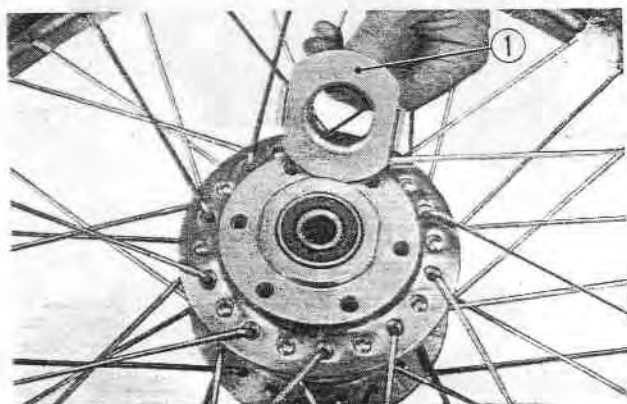

Fig. 13-10 ① Porte-boîtier d'engrenages
4. Aligner le porte boîtier d'engrenages de compteur de vitesse sur la découpe du moyeu de roue et monter le flasque de porte boîtier par dessus; mettre en place les six boulons de fixation du disque de frein. Monter le disque sur la face opposée et le fixer avec les écrous. (Fig. 13-10)